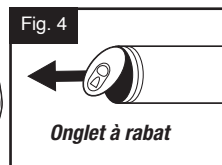

Fig. 4
4. Push grease cartridge into gun barrel completely, until metal edge tightly seals on top of the grease gun barrel. Detach flip-top seal from cartridge. (Fig. 4)
4. Poussez complètement la cartouche de graisse dans le canon du pistolet, jusqu'à ce que le bord métallique de l'appareil se ferme hermétiquement sur le dessus du canon du pistolet à graisse. Détachez le joint d'étanchéité de la cartouche. (Fig. 4)
4. Empuje el cartucho de grasa hacia el barril completamente, hasta que el metal selle con la parte superior de la pistola de grasa. Retire le sello de arriba del cartucho. (Fig. 4)